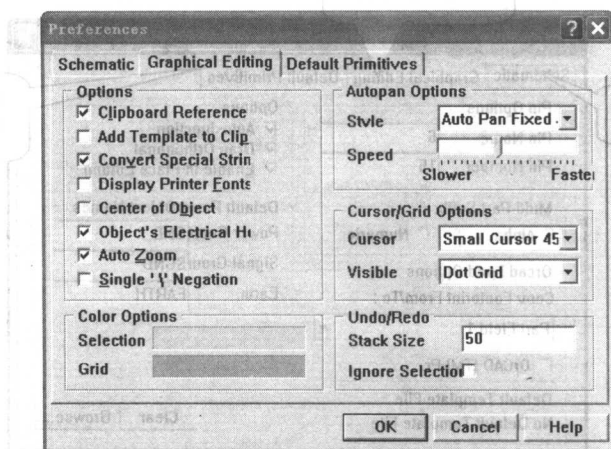

图 1-8 图形编辑页面
(2) Graphical Editing 页面 (图 1-8)。即图形编辑页面, 有如下设置。
① Options 区域